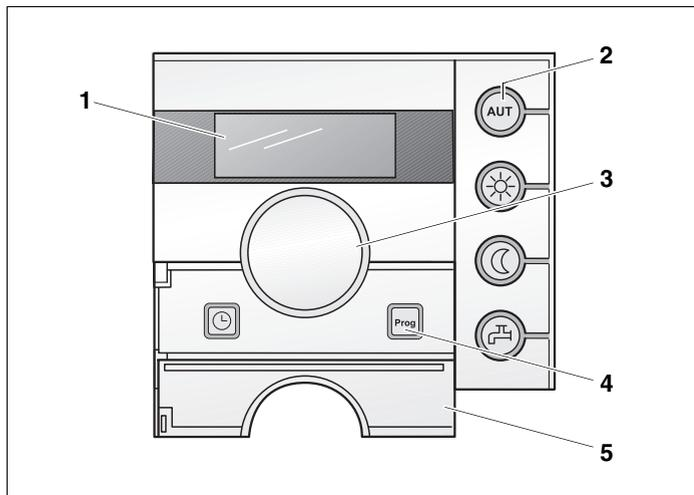

Fig. 2 Eléments de commande du RC20RF
Touches des fonctions de base (fig. 2, pos. 2)
Touches des fonctions supplémentaires (fig. 2, pos. 4)